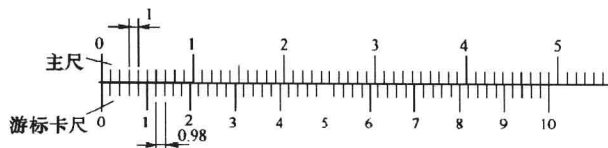

图 1-13 精度为 0.02mm 游标卡尺计数原理
①精度为 0.02mm 的刻度原理和读法。游标卡尺精度为 0.02mm 的刻度情况如图 1-13 所示。主尺上每小格 1mm，每大格 10mm；两卡爪合拢时，主尺上 49mm，刚好等于游标卡尺上的 50 格。因而，游标尺上每格等于  $49 \div 50 = 0.98\text{mm}$ 。主尺与游标尺每格相差为  $1 - 0.98 = 0.02\text{mm}$ 。